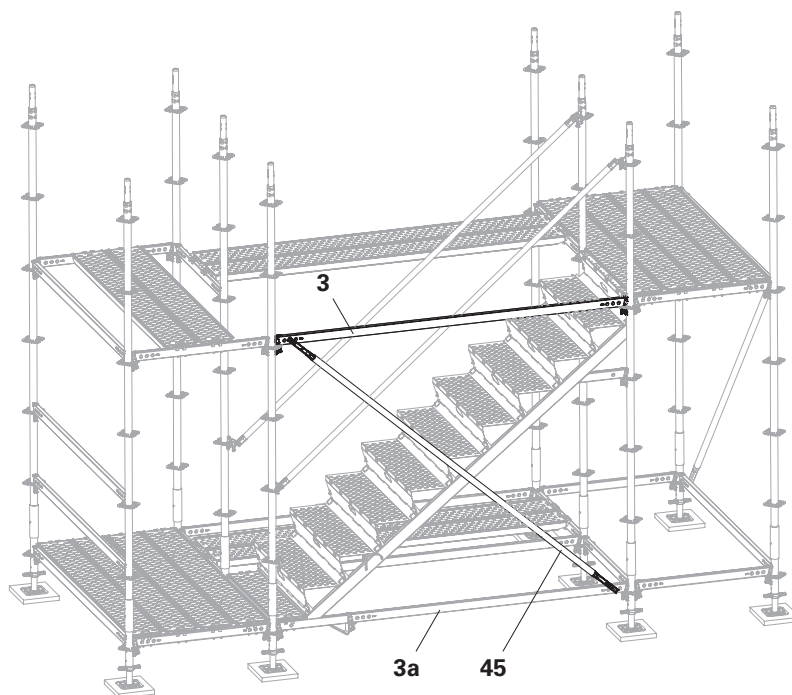

Fig. A2.13
2. Inserire il diagonale UBL-2 (**45**) nel corrente orizzontale UH-2 (**3a**) usando il nodo di aggancio, inserire il perno a gravità inclinabile nel foro del corrente orizzontale UH-2 superiore (**3**) e girarla in posizione trasversale per bloccarla. (Fig. A2.13)